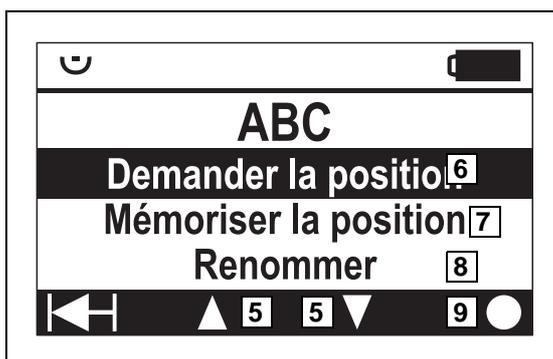

Fig. 83 : Sélectionner la fonction
- ☒ Sélectionner le caractère avec les touches de navigation de menu (1) et confirmer le choix avec la touche multifonction (2) du signe.
- ✓ Le caractère apparaît dans la fenêtre de nom (3).
- ☒ Avec la touche de navigation de menu (1) sélectionner la touche d'entrée (4) et confirmer le choix avec la touche multifonction (2) jusqu'à ce que la consigne d'utilisation "Réglages effectués" s'affiche.
- ✓ Le menu du boîtier de commande retourne au sous-menu "Sélectionner fonction" (► Fig. 83).